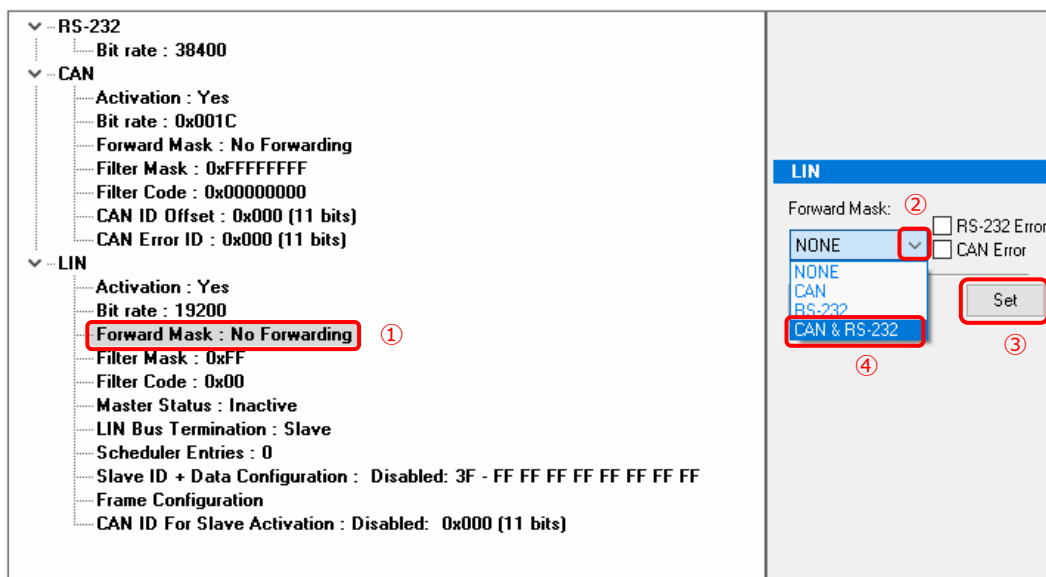

図 4.3-2
LIN の Forward Mask をクリックします（図 4.3-2 ① 参照）。右側に設定オプションが表示されます。
ドロップダウンをクリックします（図 4.3-2 ② 参照）。
CAN & RS-232 を選択します（図 4.3-2 ③ 参照）。
Set ボタンをクリックします（図 4.3-2 ④ 参照）。